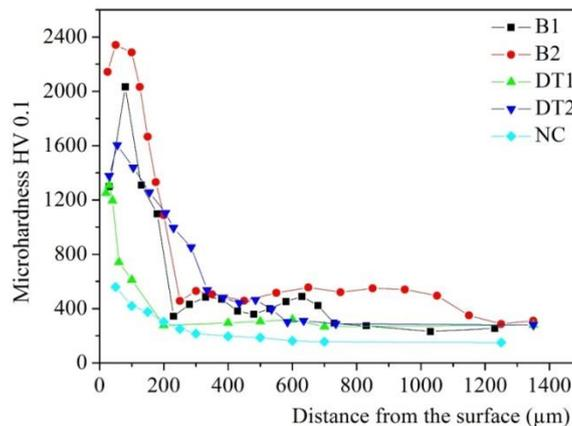

Figure 1. Profil de microdureté Vickers (Fn=50g)
Soit un acier de type 25CD4 subissant une nitrocarburation ferritique en bain de sels à la température 580°C/ à des temps allant de 1h à 6h avec une séquence de 1h. Les tests de microdureté Vickers sur des coupes transversales polies et attaquées  $HV=f(\text{Profondeur})$  ont donné le profil suivant (Fig.1, traitement NC).
- 5. D'après la figure 1, estimer l'épaisseur totale de la couche borurée (B1 et B2)**